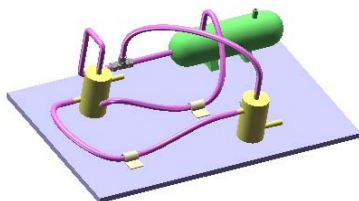

图 11.10.20 管筒线路 3 的创建
Step8. 退出编辑状态。单击 **装配体** 工具条中的编辑装配体按钮 。完成图 11.10.20 所示的管筒线路 3 的创建。